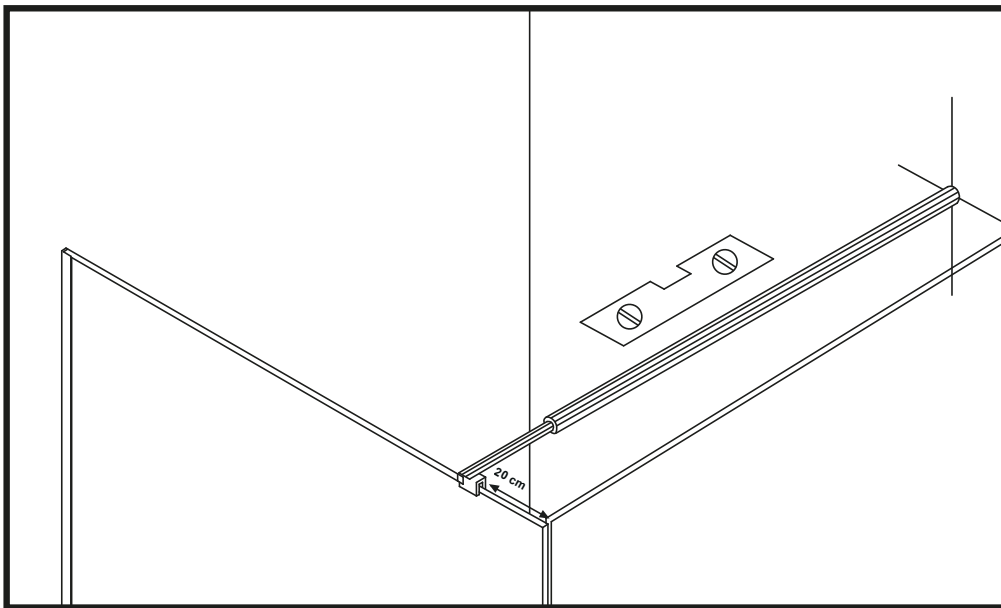
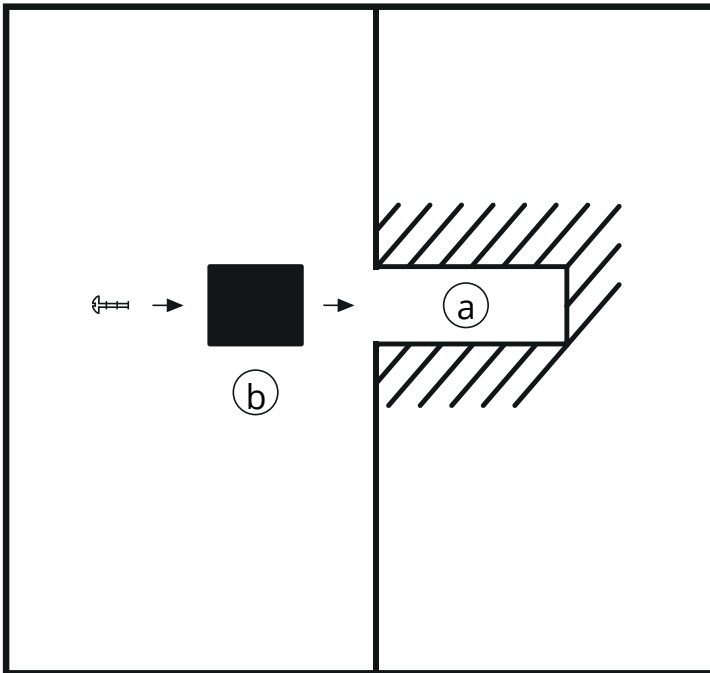
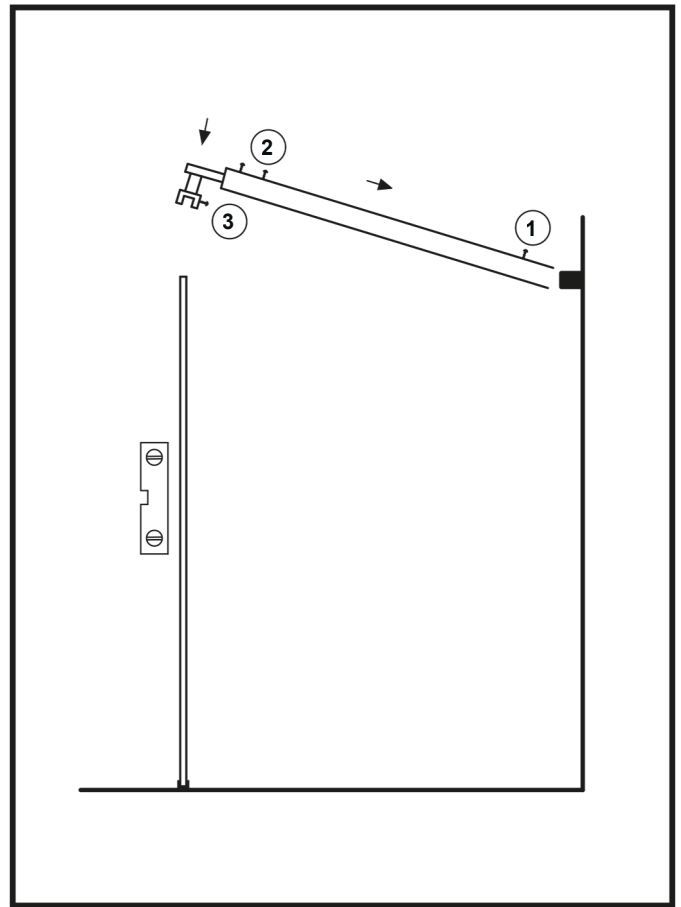

Abbildung 15
Abbildung 16
Abbildung 17
32. Montieren Sie das Teleskoprohr mit der Wand im rechten Winkel. Die Halterung für das Glas muss sich in einem Abstand von maximal 20 cm von der Ecke des Glases befinden. (Abbildung 15)
33. Montieren Sie zwischen der Teleskoprohrhalterung (3) (dem Teil, das am Glas und der U-Leiste befestigt ist) die mit dem Rohr gelieferten Dichtungen, damit das Glas nicht mit dem Metall in Berührung kommt. (Abbildung 17)
34. Setzen Sie das Teleskoprohr vorsichtig auf das Glas, an der zuvor ausgemessenen und geplanten Stelle. Stellen Sie sicher, dass das Teleskoprohr im Lot ist. (Abbildung 15)
35. Markieren Sie an der Wand (Abb. 15) die Stelle, an der das Befestigungsloch (a) (Abb. 16) gebohrt werden muss, und entfernen Sie das Teleskoprohr.
36. An der markierten Stelle ein Loch für den Dübel (a) bohren, das Loch von Staub befreien und den Dübel einsetzen. (Abbildung 16)
37. Lösen Sie die Schraube (1) am Teleskoprohr (Abb. 17) und entfernen Sie das Wandteil (b) (Abb. 16).
38. Setzen Sie das Teil (b) in das zuvor an der Wand gebohrte Loch (a) ein und befestigen Sie es mit einer Schraube. (Abbildung 16)
39. Nehmen Sie das Teleskoprohr und installieren Sie vorsichtig die Wandhalterung (b) im Teleskoprohr und stützen Sie das andere Ende (3) an der geplanten Stelle auf dem Glas ab. (Abbildung 17)
40. Ziehen Sie die Schraube (1) fest und befestigen Sie sie. ACHTUNG! Der Befestigungspunkt muss nach oben zeigen!
41. Befestigen Sie die Teleskophalterung (3) mit einer Schraube am Glas. ACHTUNG! Wichtig ist, dass Sie vorher zwischen Teil (3) die im Bausatz enthaltenen Dichtungen eingebaut haben! Metallteile dürfen nicht mit Glas in Berührung kommen, da dies zum Bruch des Glases führen kann.
42. Richten Sie das Glas mit einer Wasserwaage aus und befestigen Sie das Teleskoprohr mit den Schrauben (2) mit Ausrichtung nach oben.